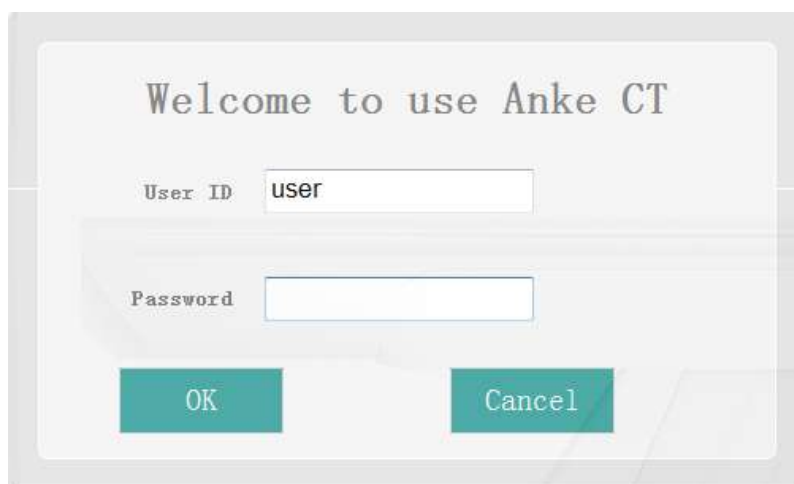

Рисунок4-2 Вход в систему
1. После запуска компьютера автоматически запрашивается интерфейс входа, как это показано на Рисунок4-2.